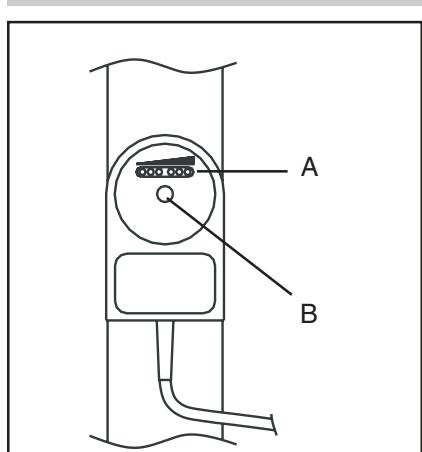

Fig. 15
**Atención:** Compruebe que el interruptor de caudal se ha colocado correctamente, véase fig. 15. El interruptor de caudal se debe colocar paralelo a la tubería de modo que el cable salga en la dirección del caudal.
No necesita mantenimiento. Consulte el apartado 3 y la fig. 15. Si el interruptor de caudal está defectuoso, se debe sustituir por otro.
- Destornille el tornillo de nailon B (fig. 15).
- Compruebe que el interruptor de caudal se encuentra en la posición correcta (véase fig. 15).